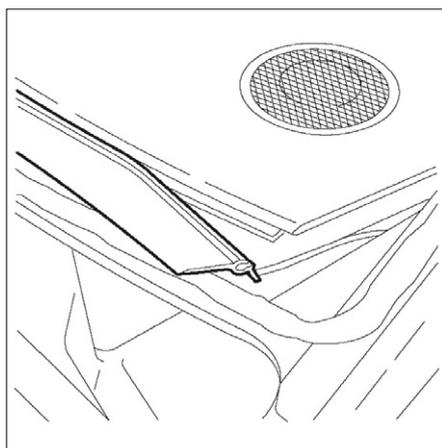

FIG. 84
- Remplacer le joint fixé sur la planche de bord (Fig.84).